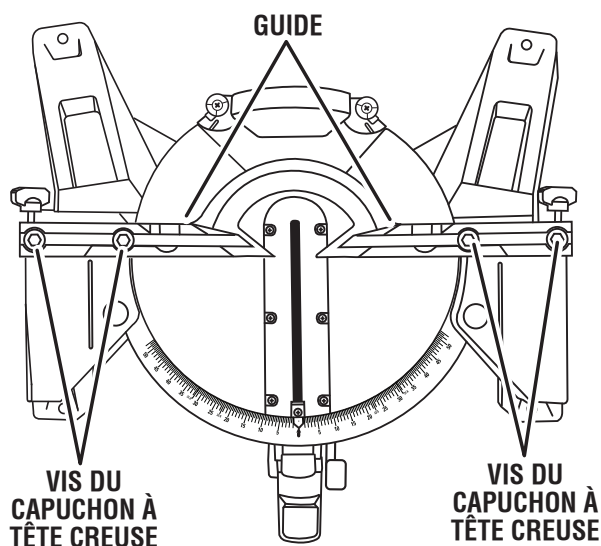

Fig. 17
- Avec la clé pour lame, desserrer les vis à tête creuses immobilisant le guide longitudinal à la table à onglets. Voir la figure 17.